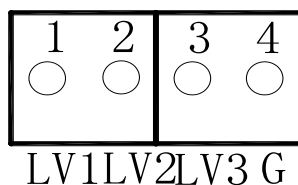

图 2
微电脑处理器和终端盒外形示意图如图 1 所示、感温线缆结构外型示意图如图 2 所示。
- (1) 终端盒接线端子如图 2 所示：